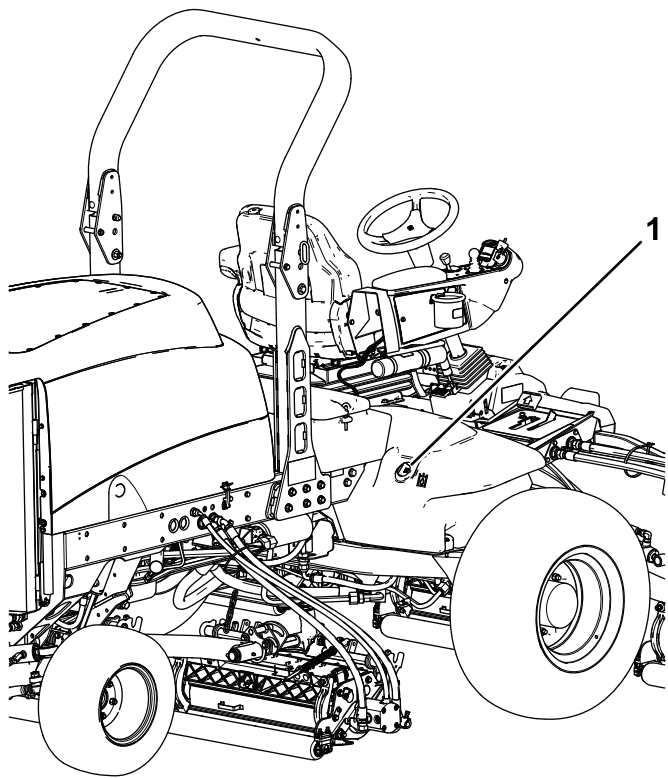

Bild 106
2. Reinigen Sie den Bereich um den Füllstutzen und den Deckel des Hydraulikölbehälters (Bild 106).